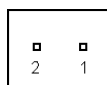

Figura 2.17: Connettore di alimentazione per telecamere.
- Connettori per alimentazione telecamere, figura 2.17.